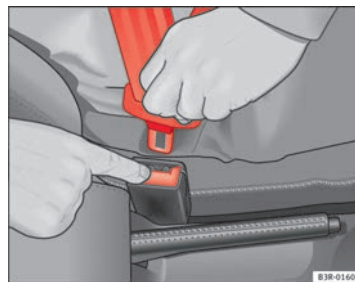

Fig. 15 Retirar la lengüeta del cierre del cinturón ►
- Pulse la tecla roja que hay en el cierre del cinturón ⇒ fig. 15. La lengüeta del cierre es expulsada hacia fuera ⇒ △.